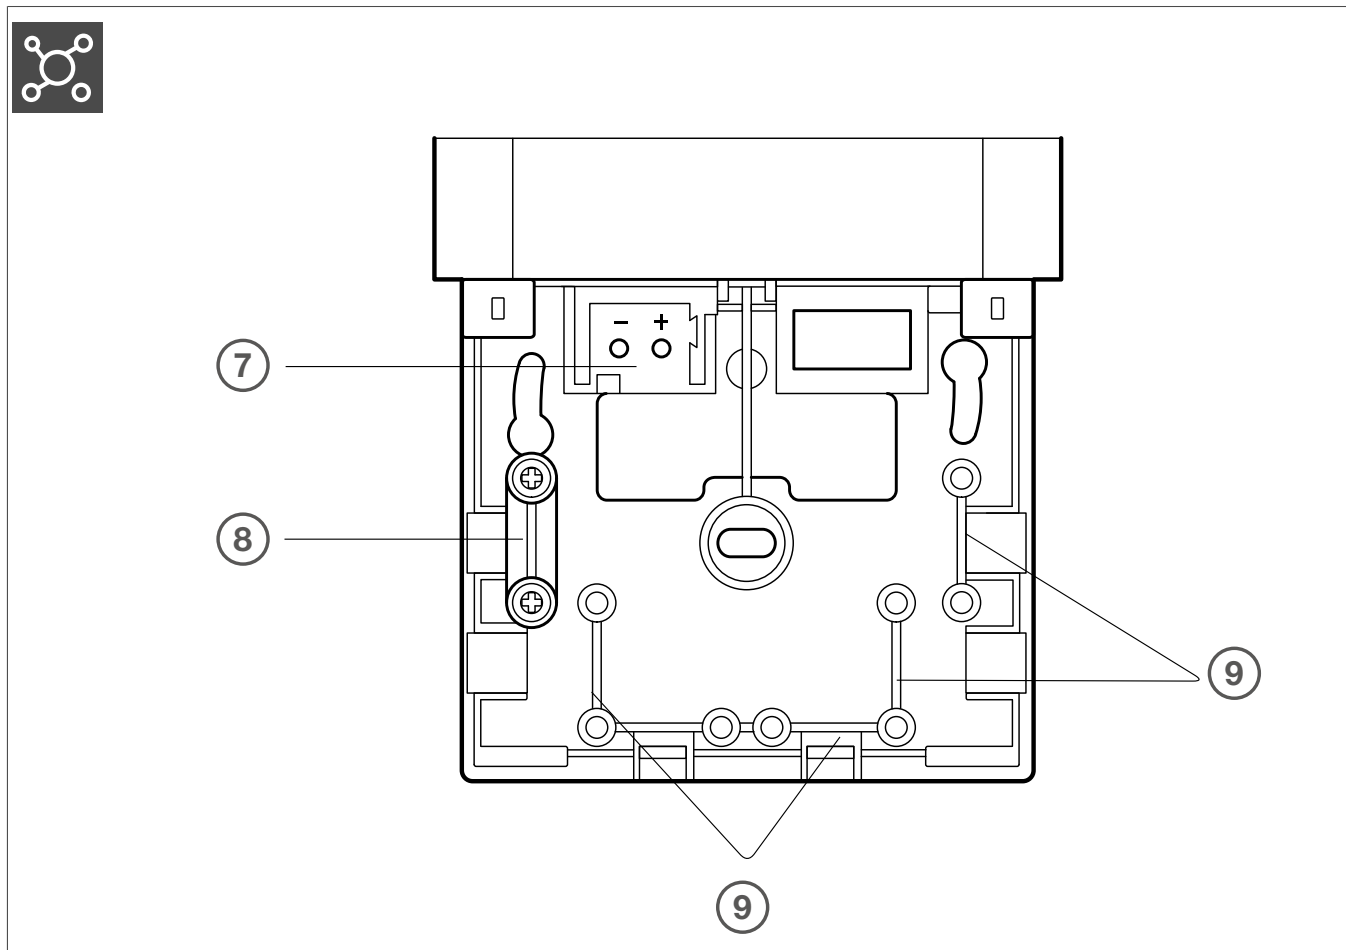

Figura 3: Desenho e esquema de ligações do aparelho atrás da tampa do produto
- A linha de ligação entre o transmissor de rádio e o recetor de rádio deve ser selecionada de forma a que qualquer percurso através de alvenaria ou outros materiais atenuantes seja o mais curto possível (ver figura 3). É particularmente importante evitar nichos nas paredes, uma vez que obstruem a propagação de ondas de rádio.